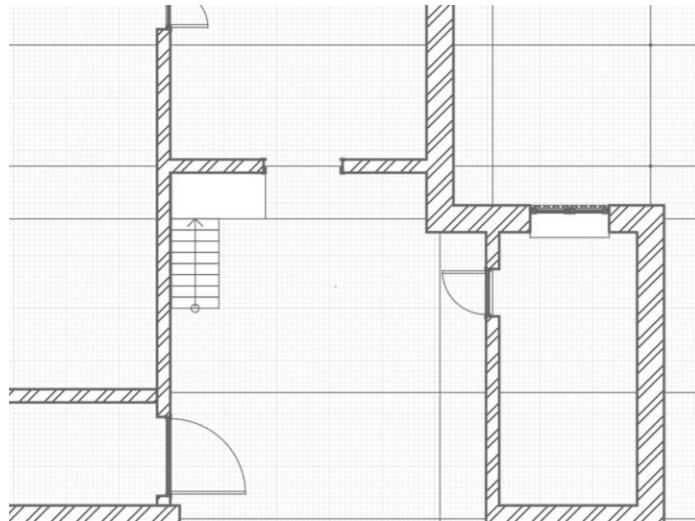

Рис. 4 Построение перекрытия
6. Перейдем на вкладку **Базовый уровень**, выберем инструмент **Перекрытие** и на смещении от уровня в **1500 мм.** при помощи способа построения **Прямая по двум точкам** создадим межлестничную площадку толщиной **200 мм.** (рис. 4)